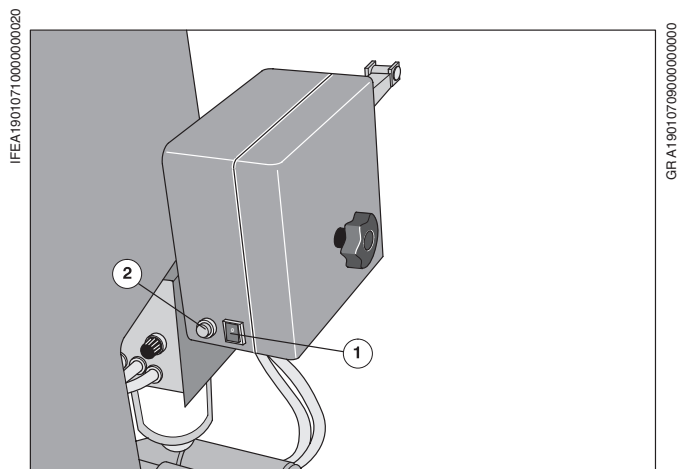

Рис. 24 Функциональный тест устройства вкладки разделительных полосок бумаги
- ❶ Включить сетевой выключатель (Рис. 24/❶).
- ❷ Нажать кнопку (Рис. 24/❷), чтобы продвинуть бумажную полоску вперед и обрезать.